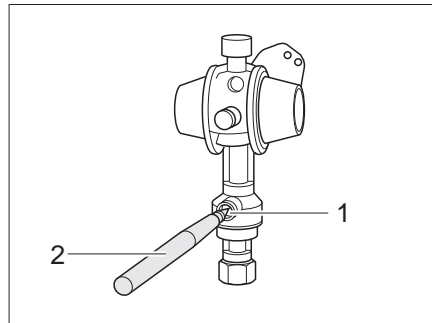

Bild 92 Crash-sensor
- Avsäkra: ■ Tryck in avsäkringsknappen (Bild 92,1) med ett stift (Bild 92,2) i flera sekunder.